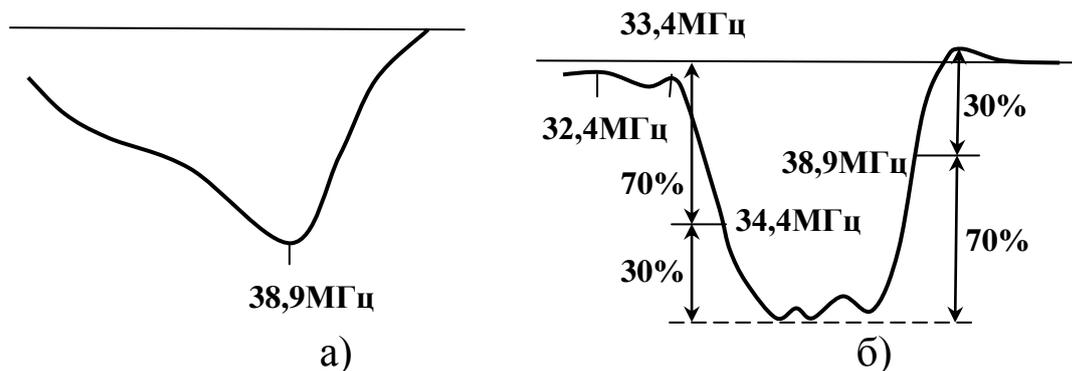

Рис. 30. Осциллограмма сигнала: а) при настройке АЧХ видеодетектора; б) при настройке АЧХ тракта ПЧ.
кривой АЧХ видеодетектора так, как это показано на рис. 30,а.
4. Отключить выход ГКЧ от КТ TP202 и соединить выход ГКЧ с выходом IF тюнера. Между выходом IF тюнера и его корпусом подключить резистор 2,7 кОм. Подключить резистор 100 Ом между контрольными точками TP205 и TP206. Вращением сердечника контура L206 добиться формы АЧХ, показанной на рис. 30,б.